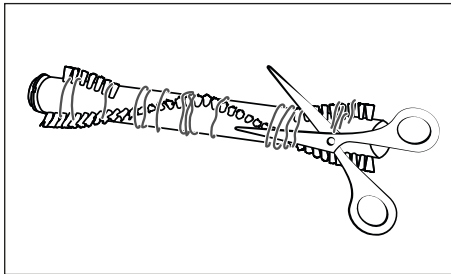

Fig. 26
- 4) Coupez les fils et les cheveux le long des poils du rouleau brosse ❶ à l'aide de ciseaux (voir figure 26). Retirez les fils et les cheveux du rouleau de la brosse ❶.